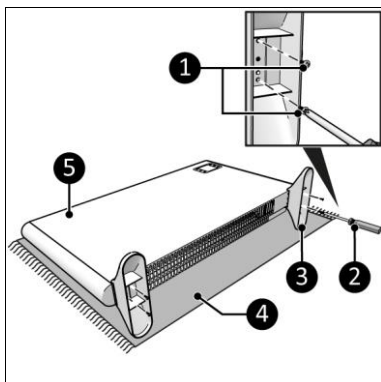

Figura 7
1. Așezați dispozitivul pe o suprafață netedă și stabilă (Figura 7, poz. 4).
2. Așezați soclurile (Figura 7, poz. 3) pe ambele părți ale corpului principal (Figura 7, poz. 5).
3. Înșurubați și strângeți soclurile cu un șurub mic (Figura 7, poz. 1) și cu ajutorul unei șurubelnițe cu cap în cruce (Figura 7, poz. 2).